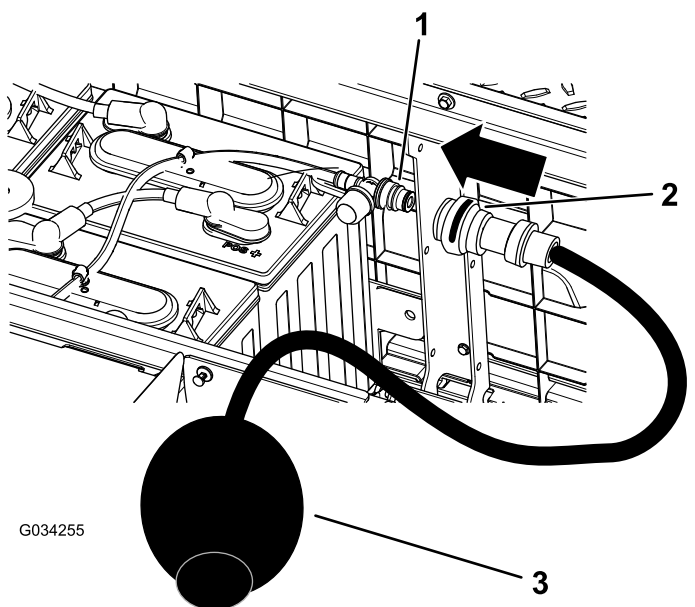

Figura 38
4. Collegate la vostra pompa manuale Toro al foro di riempimento dell'acqua (Figura 38).